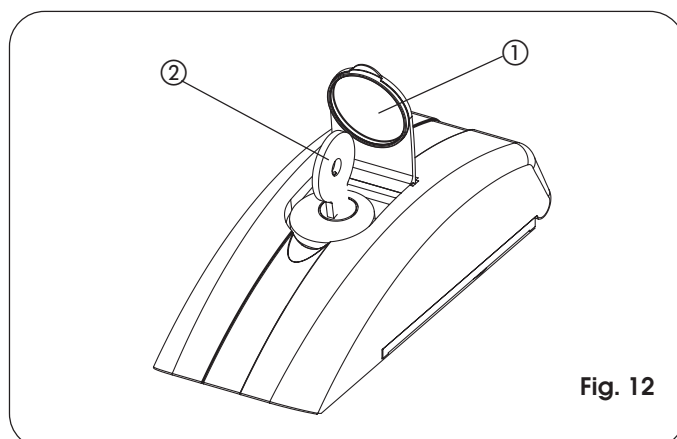

Fig. 12
- Til de beschermdop (Fig. 12, ref. ①) op en steek de meegeleverde sleutel in het slot (Fig. 12, ref. ②).